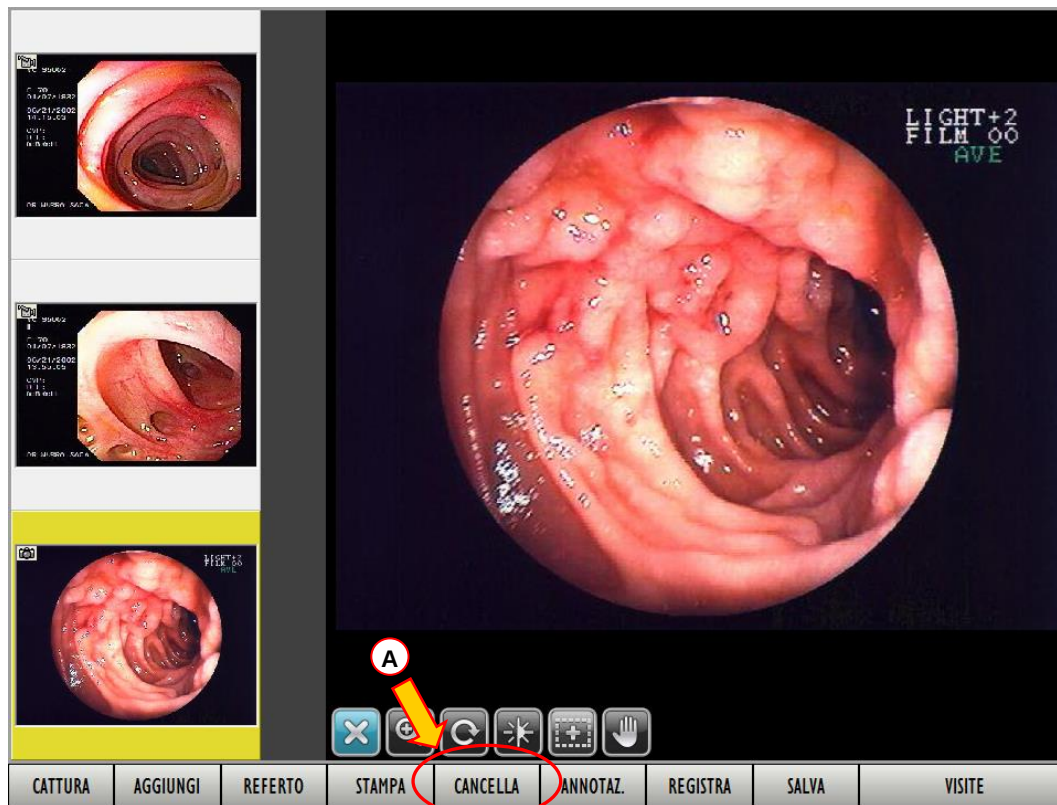

Fig 94 - Visita
Per cancellare un'immagine o un filmato è necessario, sulla schermata “Dettaglio visita” (Fig 94),
- Cliccare il pulsante **CANCELLA** sulla barra comandi (Fig 94 A).